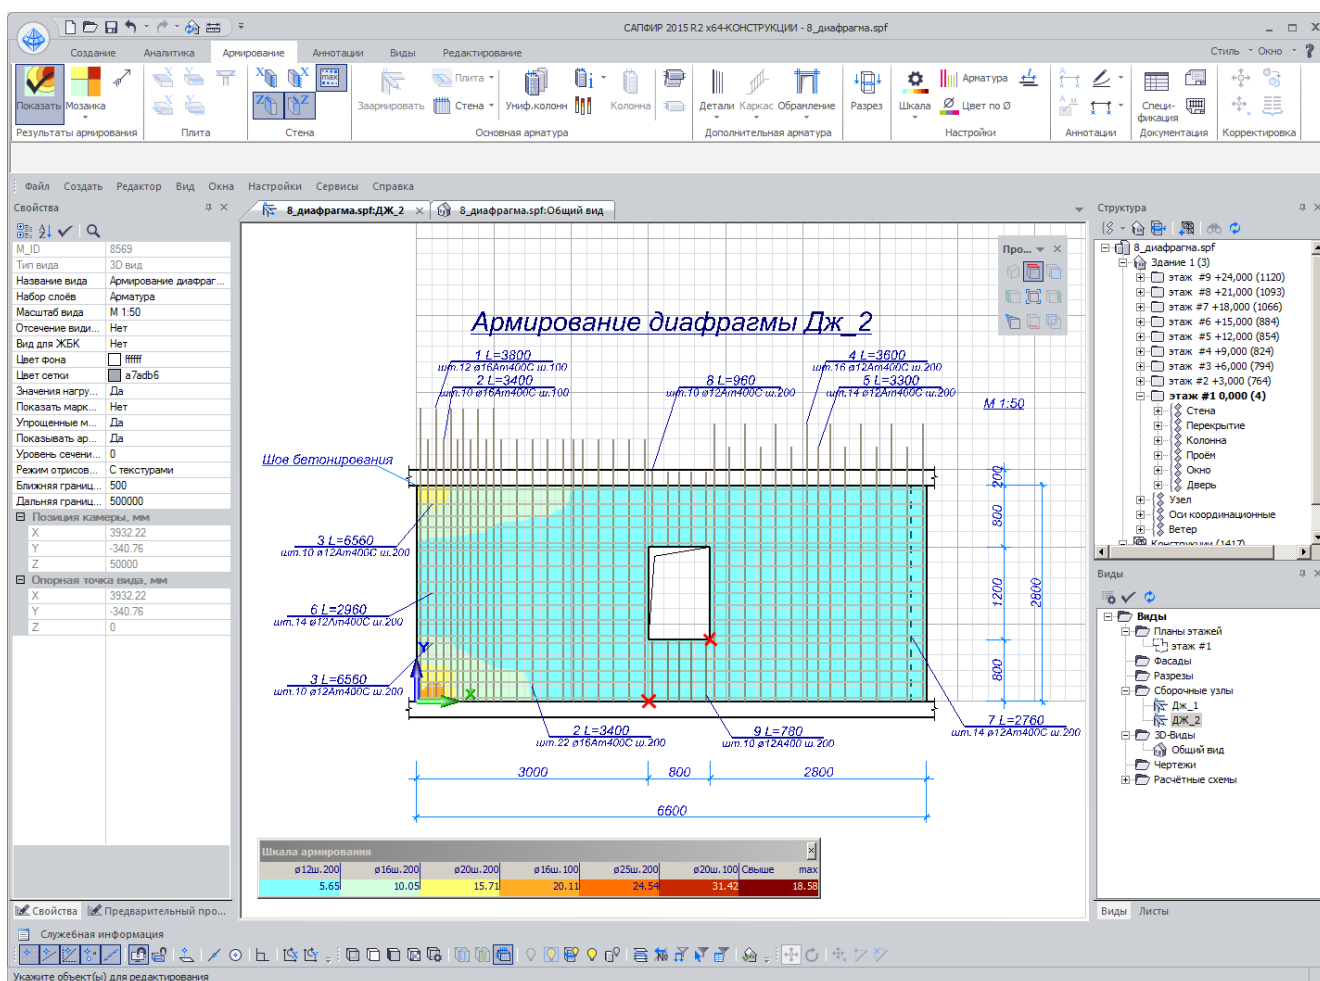

Рис.8.14. Размещение зоны армирования под окном
- Разместите зону армирования, указав левую нижнюю точку зоны в месте пересечения с метрической сеткой, правую верхнюю в месте пересечения с проемом (рис.8.14).